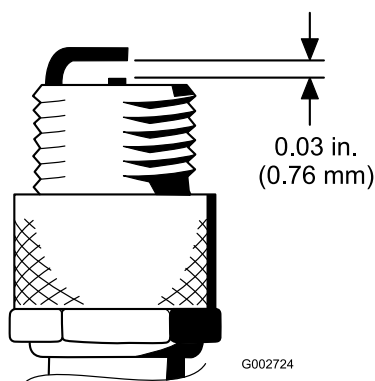

Figura 44
- Impostate la distanza tra il centro e il lato degli elettrodi a 0,76 mm (Figura 44).